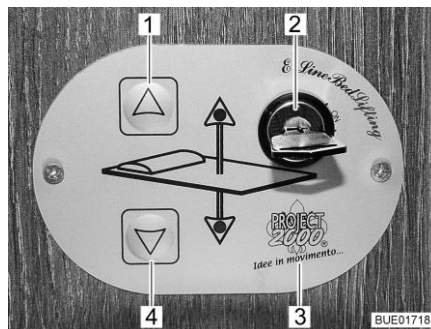

Fig. 95 Elemento de mando
Con las teclas (Fig. 95,1 y 4) en el elemento de mando (Fig. 95,3), se subirá o bajará la cama elevada. Con el interruptor llave (Fig. 95,2), se bloqueará el elemento de mando contra su utilización no autorizada.
- Girar la llave en el interruptor llave (Fig. 95,2) 90° en sentido de las agujas del reloj a la posición "On". El elemento de mando (Fig. 95,3) está activado.
- Pulsar la tecla de flecha (Fig. 95,4) y mantenerla pulsada hasta que la cama elevada haya bajado a la posición deseada.
- Pulsar la tecla de flecha (Fig. 95,1) y mantenerla pulsada hasta que la cama elevada haya subido a la posición final.